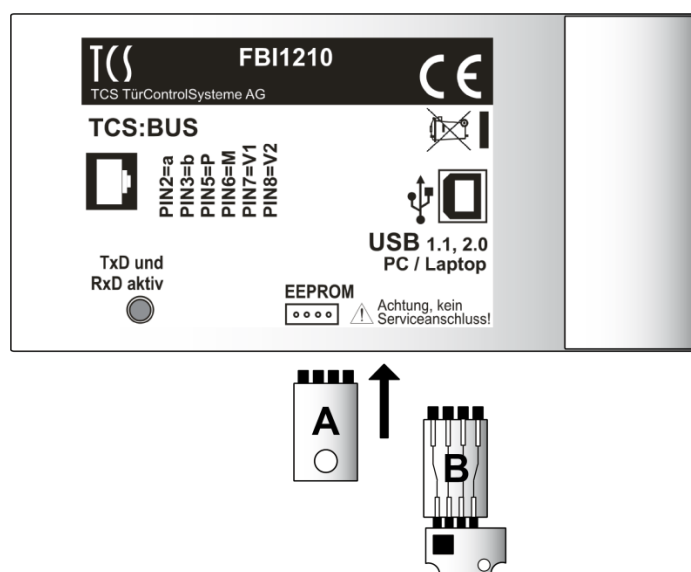

Abb. 3: EEPROM-Anschluss
- austauschbare EEPROM-Platine (**A**), siehe Abb. 3